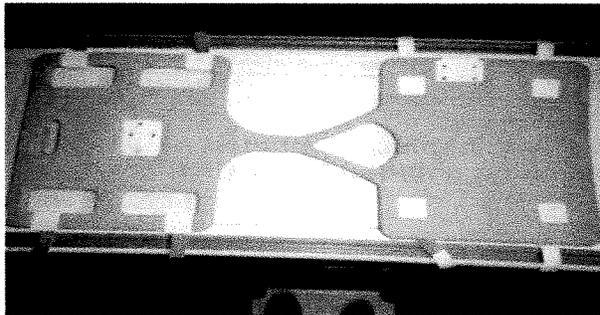

Figure 1 : Configuration initiale des pieds avant le chargement du patient. L'alésage est à gauche et le côté antérieur de la bobine est sur le côté gauche.
- 1) Posez la bobine PROCURE™ à plat avec le côté non patient vers le bas et l'extrémité antérieure face à l'alésage (à gauche dans la Figure 1)